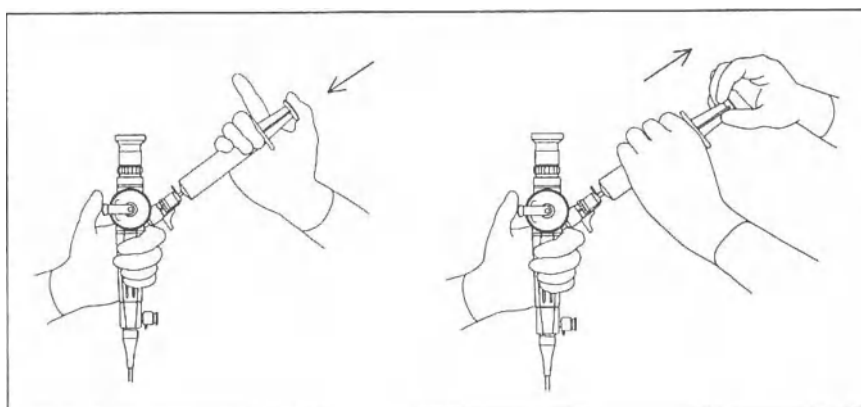

Рис. 4.8
1. Плотнo вставьте шприц, заполненный раствором для лаважа (например, физиологическим раствором), в гнездо клапана для биопсии и нажмите поршень для подачи раствора (см. Рис. 4.8).
2. Не отсоединяя шприц, медленно оттяните поршень для аспирации раствора для лаважа (см. Рис. 4.8).